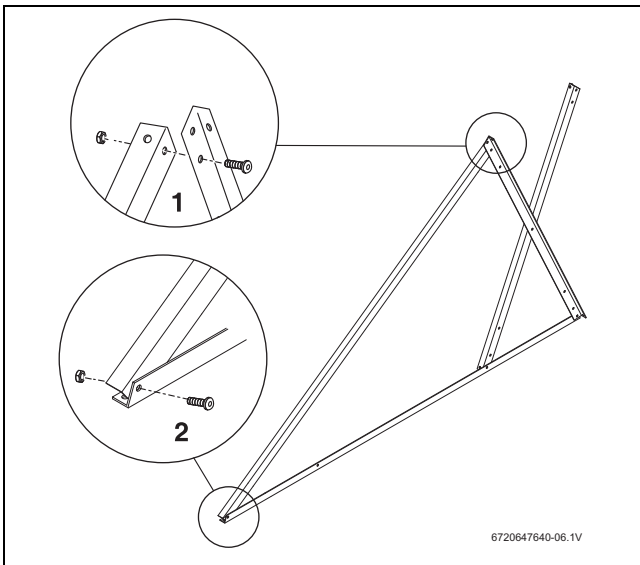

Fig. 12 Montar el perfil de soporte del captador
- ▶ Atornillar el perfil de soporte del captador por arriba al perfil de soporte acumulador (Fig. 12, [1]) y por debajo [2].